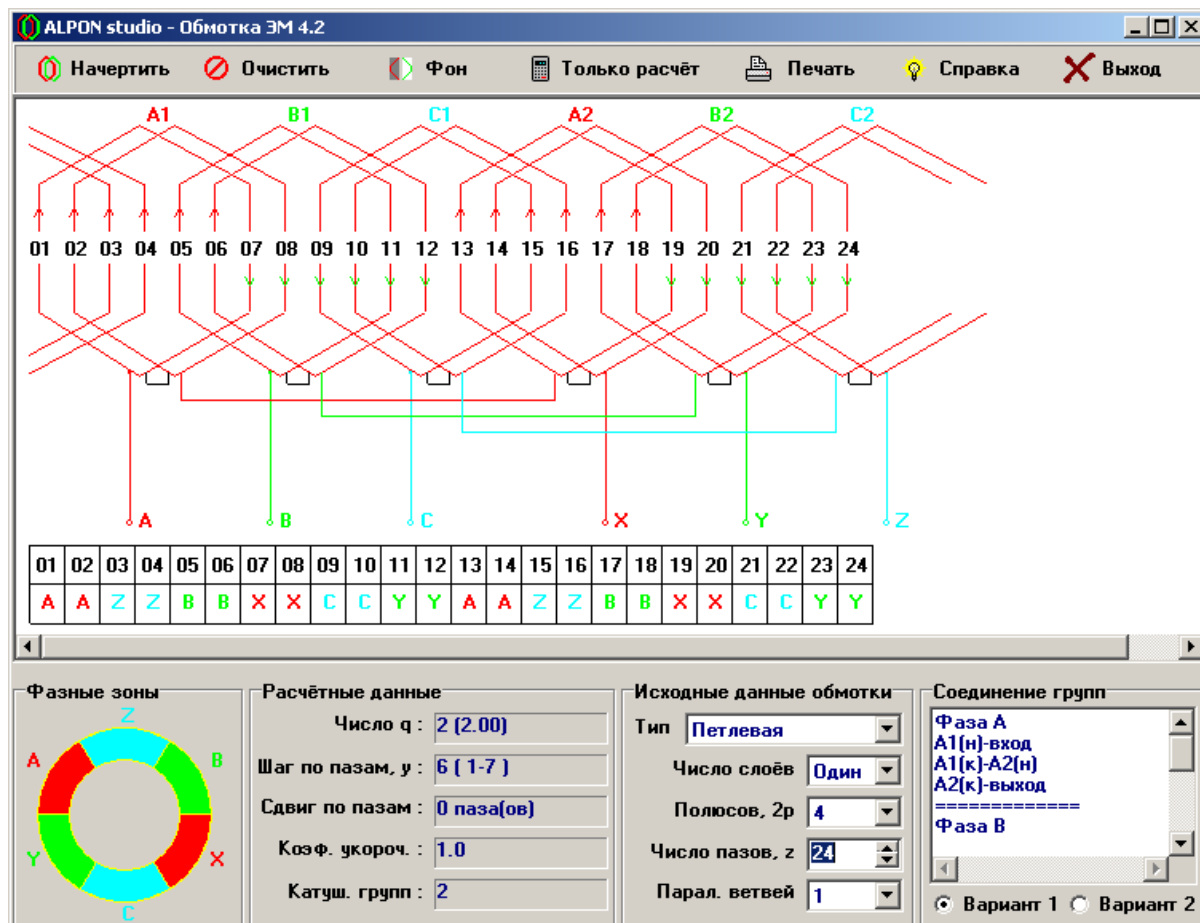

Рисунок 1. Главное окно (петлевая однослойная обмотка).
- Обмотка петлевая, однослойная, $2p = 4$, $z = 24$, $a = 1$ (рис. 1);